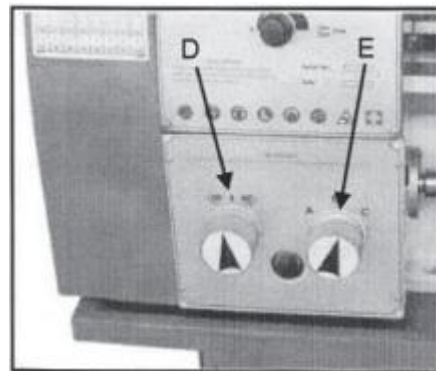

Рис.14
13. Переключатель направления подачи (D, рис.14)
14. Переключатель скорости подачи (E, рис.14)